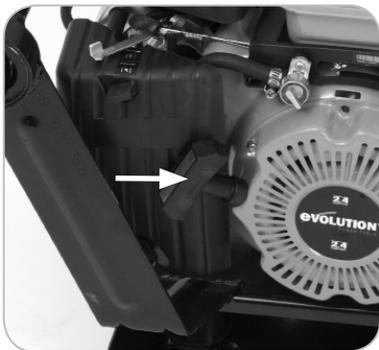

Fig. 8
- Use la otra mano para agarrar el asa del arranque de cuerda. **(Fig. 8)**